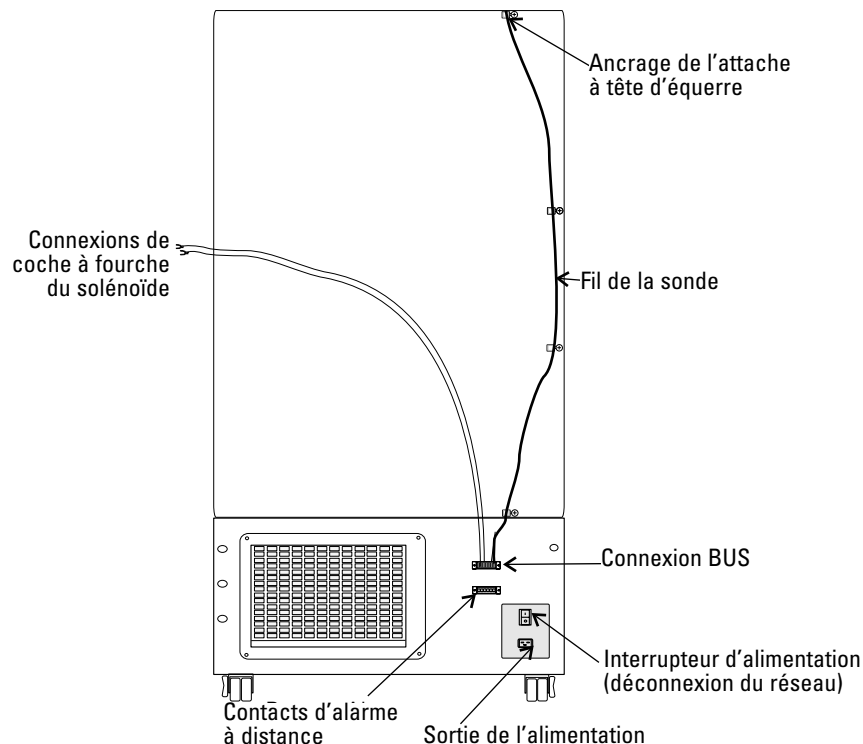

Figure 5-5. Connexions du fil de la sonde et du solénoïde
1. Retirer les quatre vis du panneau arrière du congélateur et les utiliser pour monter les ancrages de l'attache de fixation comme indiqué dans la Figure 5-5. Fixer le fil de la sonde à l'aide d'attaches à tête d'équerre.
4. Brancher l'alimentation du congélateur. Allumer le congélateur, l'interrupteur de batterie étant en position Arrêt (O).